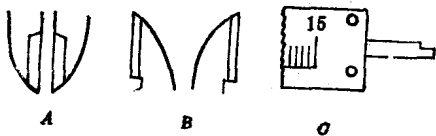

图 1-1
1. 游标卡尺有三组测脚：外测脚A、内测脚B和深度测脚C，如图1-1所示。写出下面